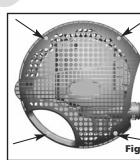

Fig.6
### OUVERTURE ET FERMETURE DU BOÎTIER DE LA CAGE (fig. 6)
• Retirer le boîtier de la pompe du bassin, déverrouiller les axes d'articulation (fig. 6) et ôter la partie supérieure du boîtier. Nettoyer toutes les pièces avec de l'eau d'un tuyau d'arrosage. Réassembler toutes les pièces avec soin.